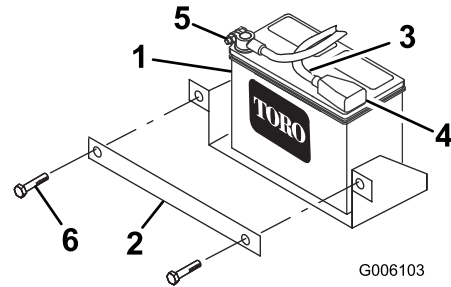

Figura 2
2. Retire los pernos, las tuercas y la abrazadera que sujetan la batería (Figura 2).